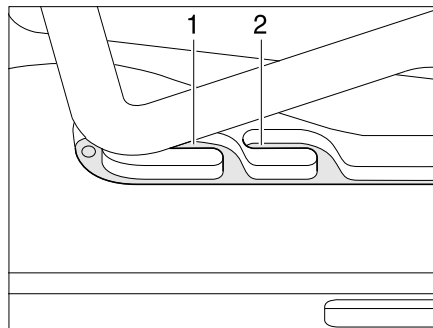
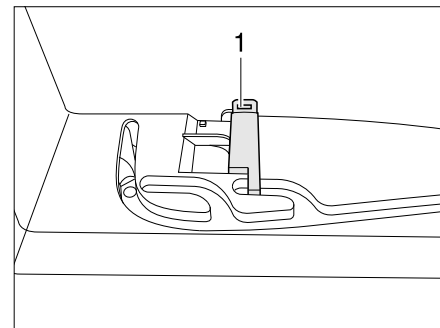

Bild 65 Heki-Dachhaube in Lüftungsstellung
Bild 66 Verriegelung Lüftungsstellung
Die Heki-Dachhaube kann in zwei Lüftungsstellungen gebracht werden: Schlechtwetterstellung (Bild 65,1) und Mittelstellung (Bild 65,2). Je nach Modell kann die Dachhaube in der Mittelstellung mit dem Riegel (Bild 66,1) verriegelt werden.
- Den Bügel leicht nach oben drücken und in die gewählte Führung (Bild 65,1 oder 2) schieben und ggf. verriegeln.